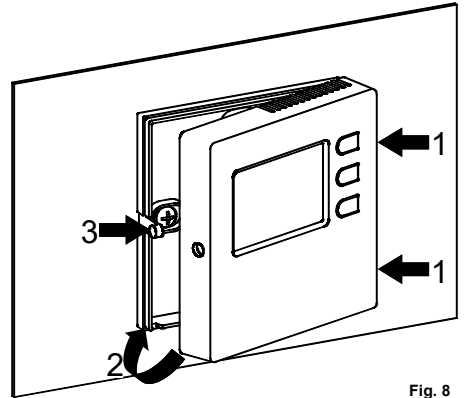

Fig. 8
- Refermer le boîtier et repousser vers l'intérieur avec un doigt la languette en plastique située sur le côté gauche de la base (indiquée par une flèche Fig. 8) et exercer une pression pour introduire l'extrémité de celle-ci dans le trou prévu à cet effet.